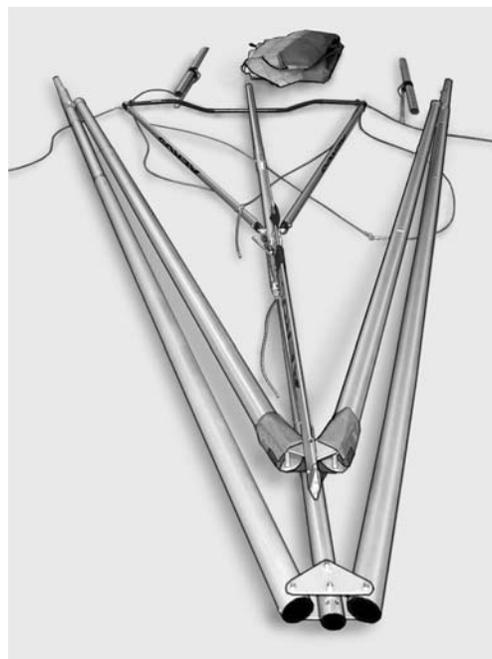

Рисунок 41
- На этой стадии сборка дельтаплана *DISCUS* из 2-метрового пакета окончена и каркас готов к одеванию обшивки (Рис. 41).